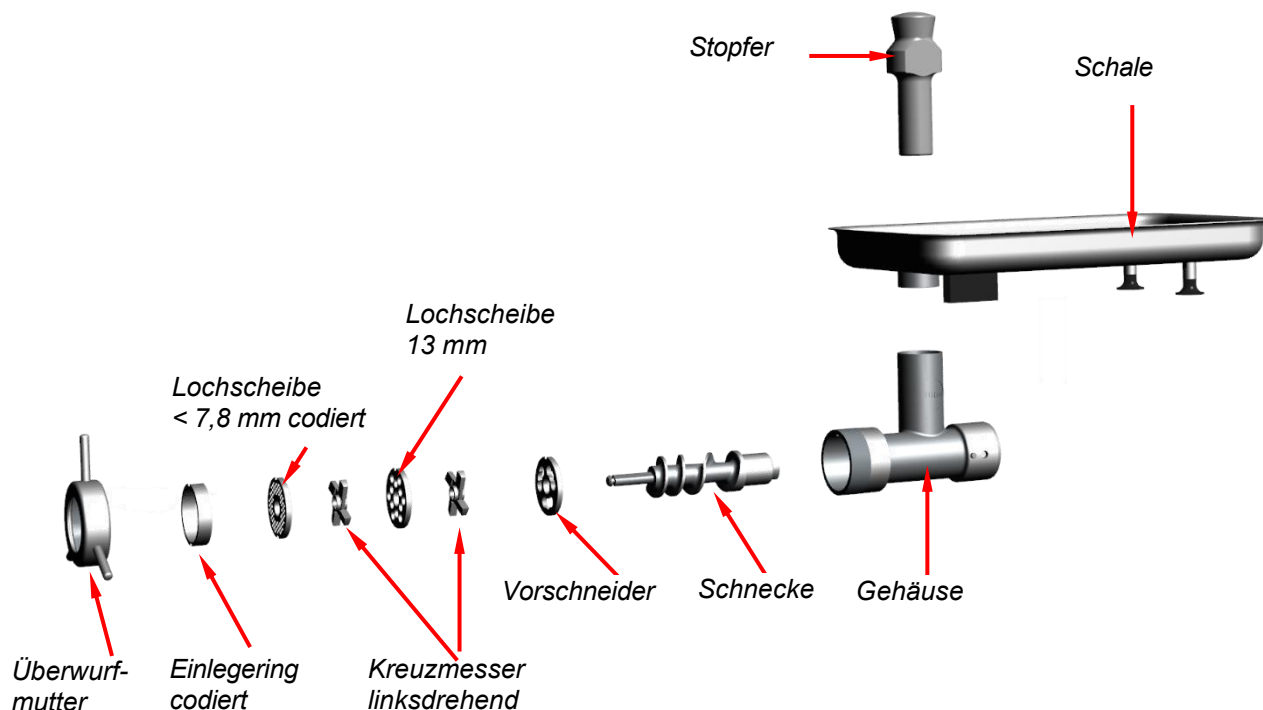

Abb. 129: Demontage am Beispiel des Fleisch- und Gemüsewols FW 82 GSF
2. Schale abnehmen (Abb. 129),